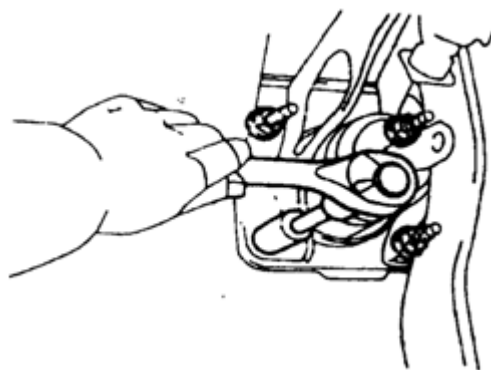

图3-10
- (2) 脱开制动灯连接器。
- (3) 拆下4个螺母和制动踏板支架,如图3-10所示。
(1) 用4个螺母安装制动踏板支架（见图3-10），拧紧力矩： $13\text{N} \cdot \text{m}$ 。
(2) 连接制动灯开关接头。